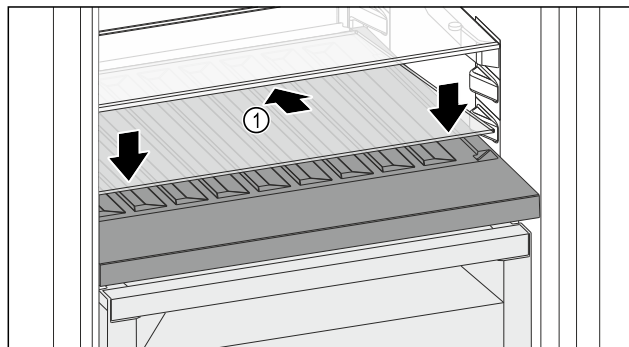

Fig. 118
- ▶ Așezați placa de sticlă Fig. 118 (1) oblic și spre spate înclinată în jos.
- ▶ Coborâți în față placa de sticlă Fig. 118 (1).